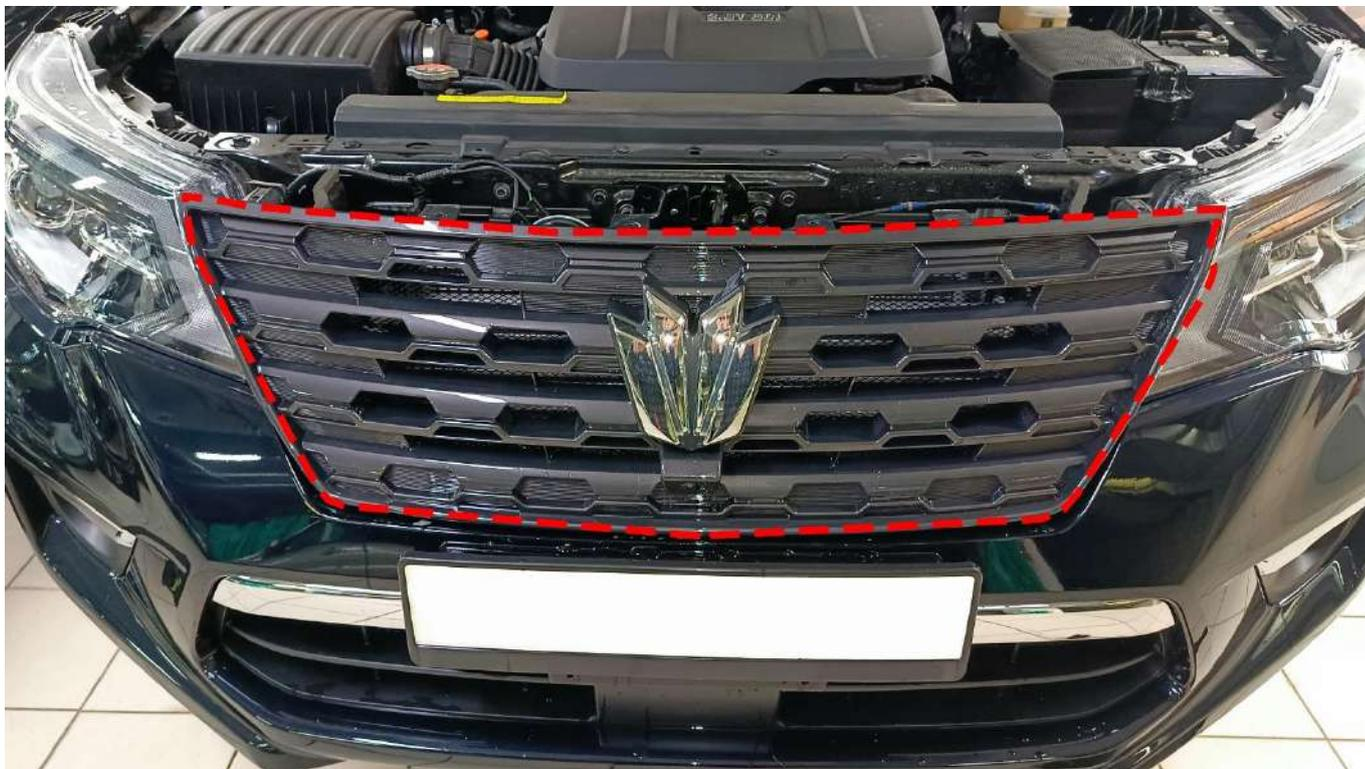

Рисунок 2
- демонтировать решетку радиатора (рис. 2);